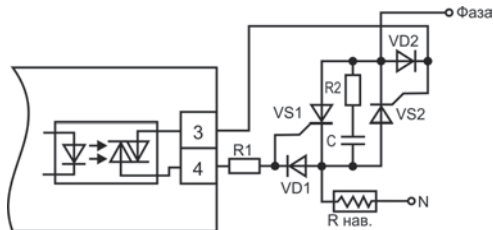

Рисунок 3.23
3.1.7.3 Оптосимистор вмикається у коло керування потужного семистора через обмежувальний резистор R1 за схемою, яку подано на рисунку 3.22. Величина опору резистора визначає струм керування семистора. Оптосемистор може також керувати парою зустрічно-паралельно увімкнених теристорів (див. рисунок 3.23).